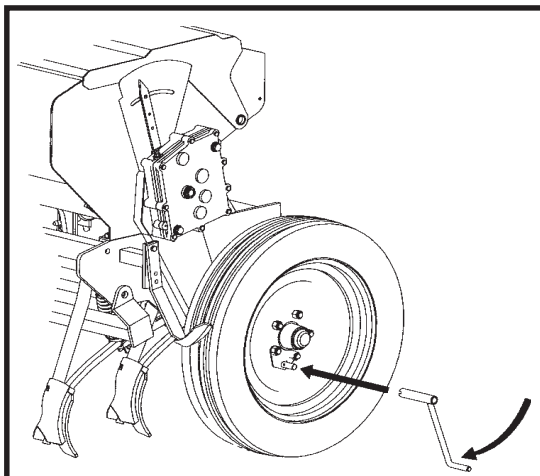

fig. 4
- 7) Avec la MANIVÈLE DE TOUR DE LA ROUE (fig. 4) on donne quelques tours à la ROUE MOTRICE (droite, en regardant la machine par derrière) dans le sens de la marche jusqu'à ce que tous les distributeurs sortent les semences.